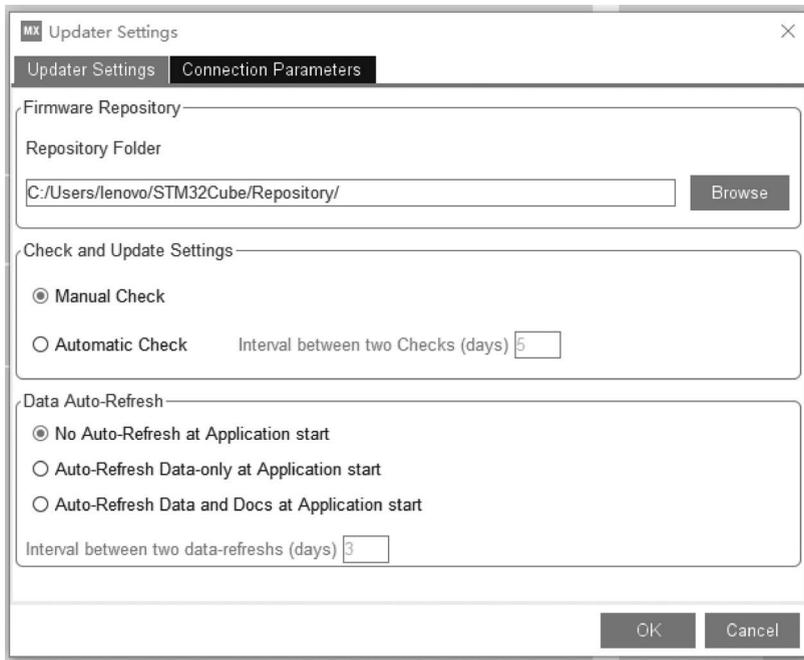

图 3-3 Updater Settings 对话框
界面的最上方有 3 个主菜单项,执行 Help→Updater Settings 菜单命令,弹出 Updater Settings 对话框,如图 3-3 所示。首次启动 STM32CubeMX 后,立刻执行这个菜单命令可能提示软件更新已经在后台运行,需要稍微等待一段时间。
图 3-3 中,Repository Folder 就是需要设置的软件库文件夹,所有 MCU 固件包和扩展包要安装到此目录下。这个文件夹一经设置并且安装了一个固件包之后就不能再更改。不要使用默认的软件库文件夹,因为默认的是用户工作目录下的文件夹,可能带有汉字或空格,安装后会导致使用出错。设置软件库文件夹为 C:/Users/lenovo/STM32Cube/Repository/。
(8) Updater Settings(更新设置),会弹出如图 3-3 所示的对话框,用于设置软件库文件夹,设置软件检查更新方式和数据刷新方式。